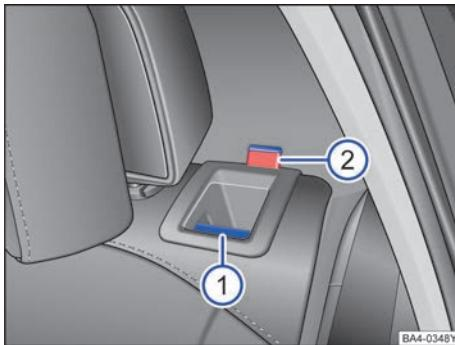

图 58 后排座椅靠背：分离按钮 ①；红色标记 ②
- 向前拉分离按钮 ⇒ 图 58①，同时前折靠背。
- 松开后排座椅靠背后应能看见按钮上的红色标记②。